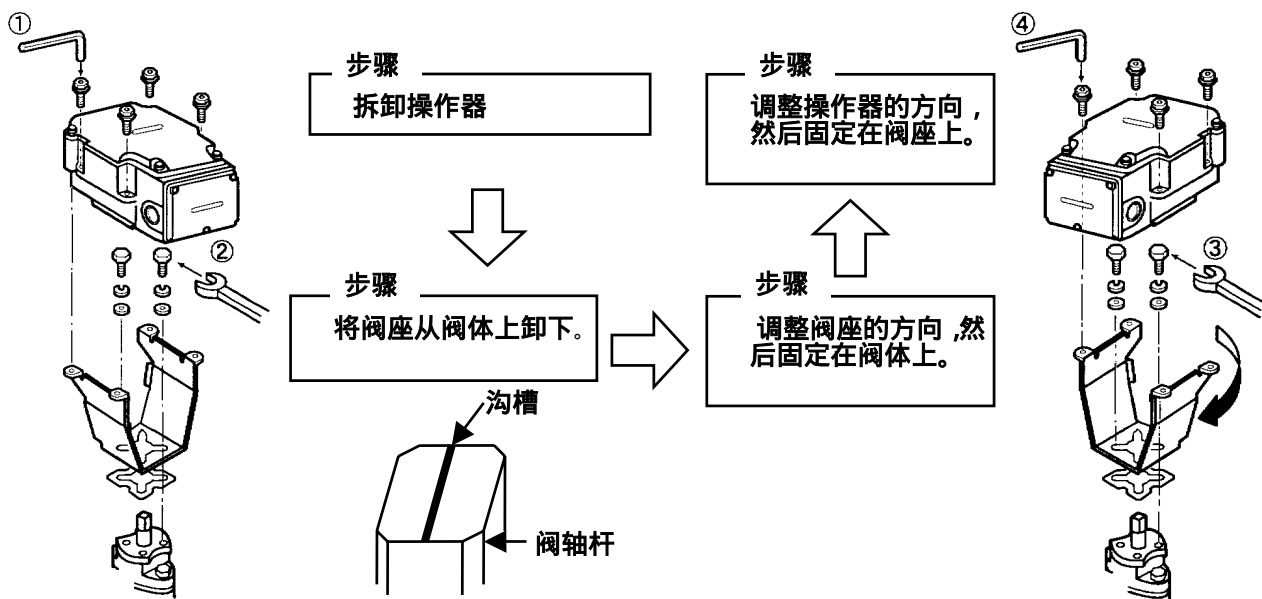

图7
- 2) 按图7所示，将连接操作器和阀座的螺丝拧下，从阀座上卸下操作器。（步骤 ）（请确认阀体轴杆前端的沟槽与配管是否平行（全开）。）